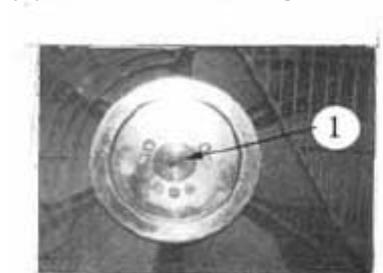

рис. 5-8
(1) Смазка. Используйте смазку в местах указанных стрелочками (рис. 5-8 – 5-12)